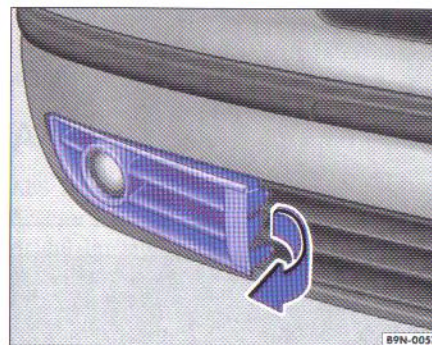

Fig. 41 Inelul de tractare din față
- Îndepărtați capacul din plastic ⇒ fig. 41 în sensul săgeții, din dreapta barei de protecție și depozitați-l în autovehicul.